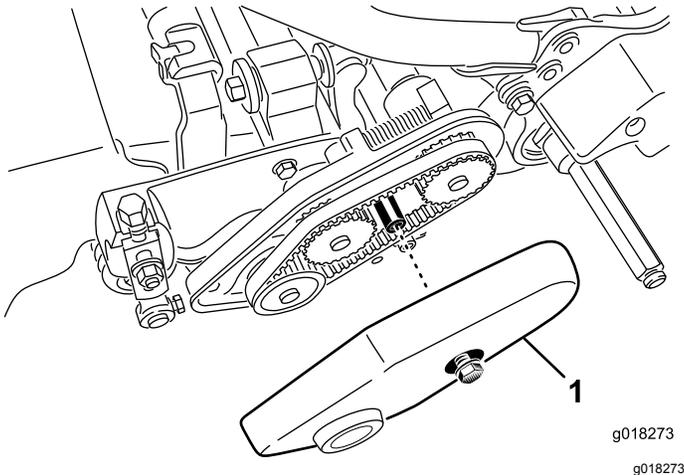

Figura 44
2. Afloje el perno con arandela prensada que fija la cubierta de la correa y retire la cubierta para tener acceso a la correa (Figura 44).